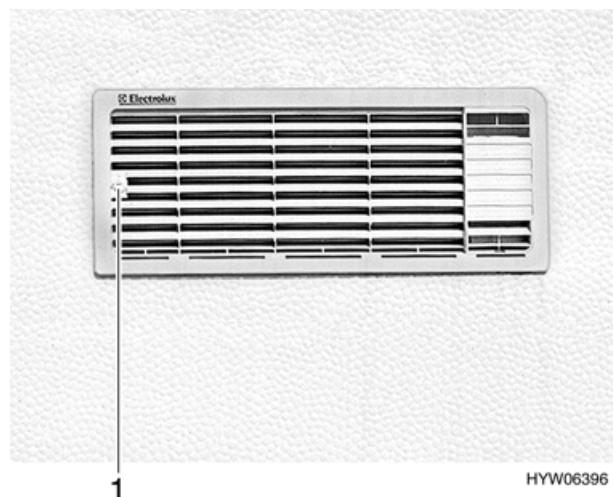

Fig. 80 Griglia di aerazione del frigorifero
- Con l'ausilio di una moneta ruotare la vite (Fig. 80,1) di un quarto di giro.